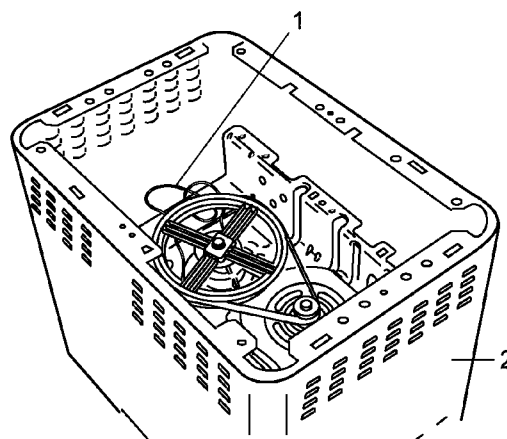
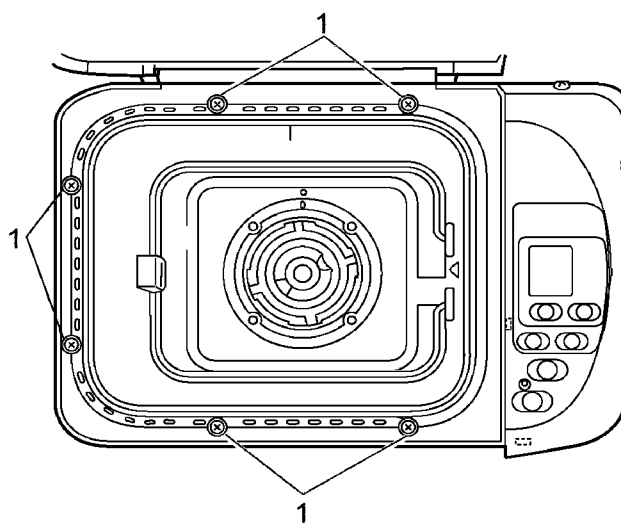

Fig.7
Рис. 8
3. Отсоединить 6 винтов, по бокам крепящих корпус нагревателя и вынуть его (Рис. 7 & Рис. 8)